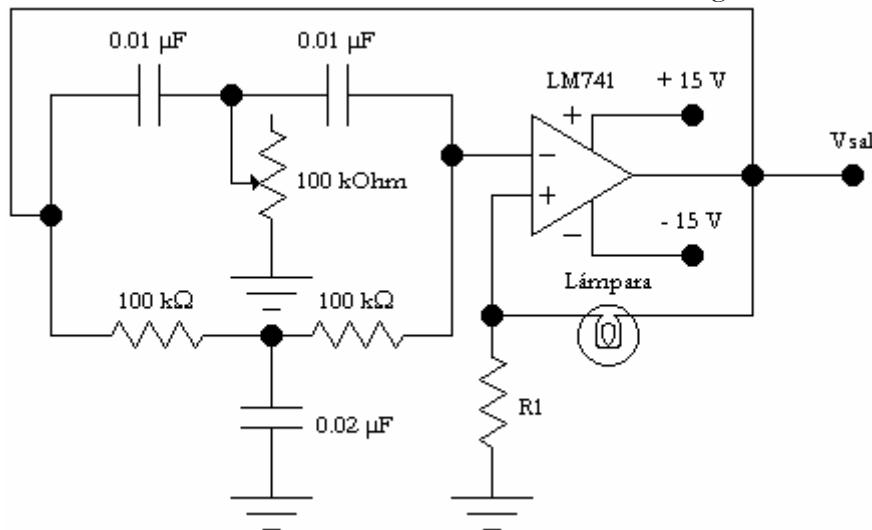

Figura 2
2. Calcule la frecuencia de oscilación del oscilador en doble T de la figura 2.